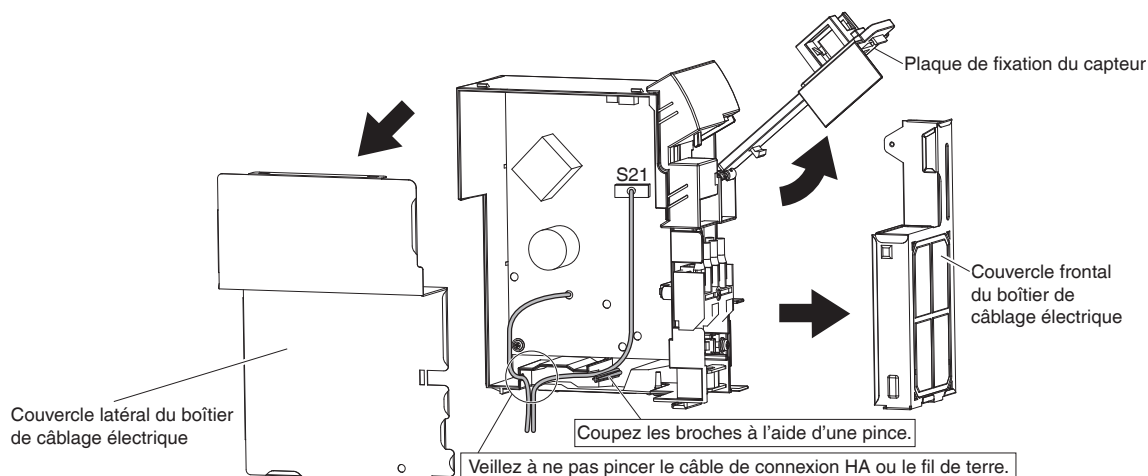

Fig. 3
- 2) Ouvrez la plaque de fixation du capteur. (Voir Fig. 3)
- 3) Retirez le couvercle frontal du boîtier de câblage électrique (4 languettes). (Voir Fig. 3)
- 7) Retirez le couvercle latéral du boîtier de câblage électrique (7 languettes). (Voir Fig. 3)
- 8) Coupez les broches à l'aide d'une pince. (Voir Fig. 3)
- 9) Câblez et connectez le câble de connexion HA au connecteur S21. (Voir Fig. 3)